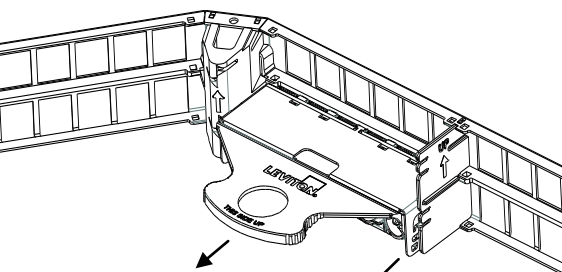

Figure 4.
1. Pulling on the handle disengages the latches holding the cassette in place. (Figure 4) While removing the center cassettes, it may be necessary to rotate them away from the middle while pulling them out.
1. Tirer sur la poignée pour dégager la cassette (figure 4). Quand on retire les cassettes centrales, il pourrait être nécessaire de les tourner pour les éloigner du milieu.